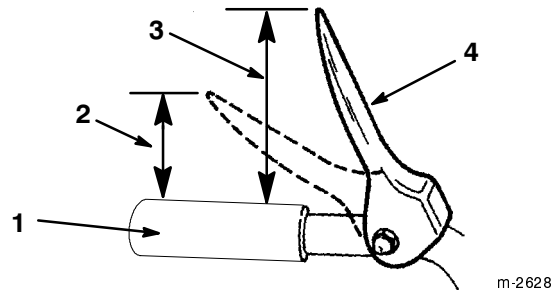

Bild 10
5. Überprüfen Sie den Abstand zwischen der Oberkante des Handgriffs und der Unterkante des Betätigungshebels für Schnecke-/Gebläserad. Der Abstand sollte ca. 10 cm betragen (Bild 10).
Hinweis: Die zum Drücken des Hebels aufzuwendende Kraft erhöht sich merklich, wenn der Antriebsriemen vollkommen gespannt ist (ca. die Hälfte des Hebelweges). Die Einstellung ist korrekt, wenn die Kraft, die aufzuwenden ist, zuzunehmen **beginnt** und der Abstand zwischen der Oberkante des Handgriffs und der Unterkante des Betätigungshebels für Schnecke-/Gebläserad 5 cm beträgt (Bild 10).